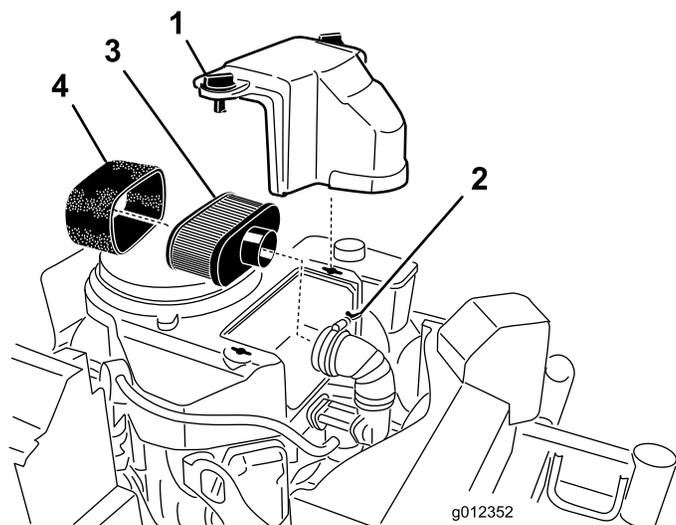

Bild 40
3. Reinigen Sie den Bereich um den Luftfilter herum, um zu verhindern, dass Schmutz in den Motor fällt und Schäden verursacht (Bild 40).
4. Schrauben Sie die Handräder los und entfernen Sie die Luftfilterabdeckung (Bild 40).
5. Schrauben Sie die Schlauchklemme los und entfernen Sie die Luftfilterabdeckung (Bild 40).
6. Ziehen Sie den Schaumeinsatz vorsichtig vom Papiereinsatz (Bild 40).
1. Reinigen Sie den Papierfilter nicht sondern tauschen Sie ihn aus (Bild 40).
1. Schieben Sie den Schaumeinsatz vorsichtig auf den Papierluftfiltereinsatz (Bild 40).
2. Schieben Sie den Luftfilter auf das Luftfilterunterteil oder den Schlauch und befestigen ihn (Bild 40).
3. Setzen Sie die Abdeckung des Luftfilters auf und ziehen Sie das Abdeckhandrad fest (Bild 40).